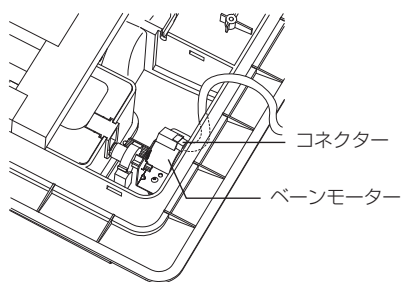
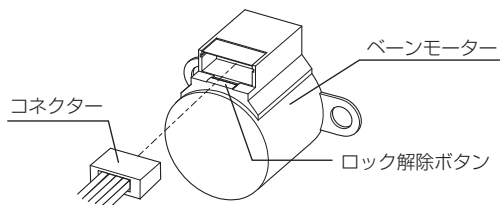

図23
図24
- ・ベーンに接続しているコネクターを外します。コネクターはロックされていますのでロック解除ボタンを押しながらコネクターを外します。（図23、図24）